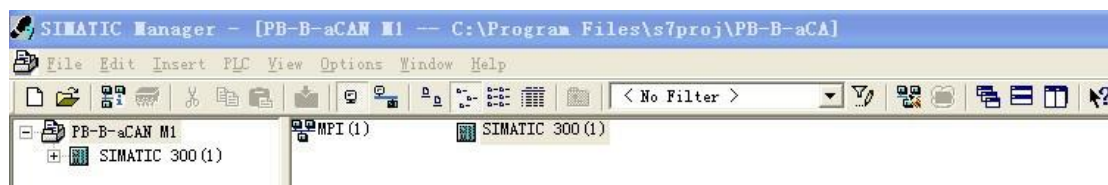

图 4-2
- (2) 添加一个 300 的站点：Insert→Station→SIMATIC 300 Station 点击，见图 4-2。